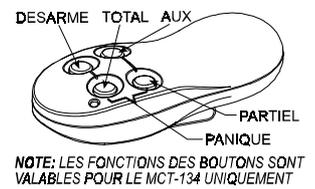

Figure 23. MCT-134/104
C. MCT-134 / MCT-104 (Fig. 23): télécommande à 4 boutons. La MCT-134 (CodeSecure) a les mêmes fonctions que la MCT-234. La MCT-104 (PowerCode) peut effectuer des fonctions d'alarme urgence ou libre.